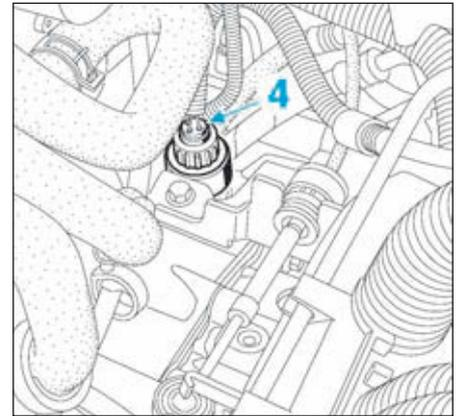

FIG.4
- Débrancher le contacteur (3) de marche arrière.
- Débrancher le connecteur du capteur de tachymétrique (4) (Fig.4).